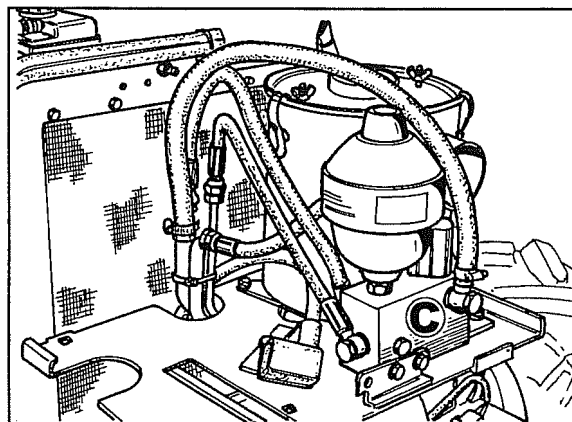

Fig. 6
4. (Pour la version Max) Débranchez le groupe électrovanne proportionnelle **C** fig. 6 du support puis le rabattez sur le radiateur.